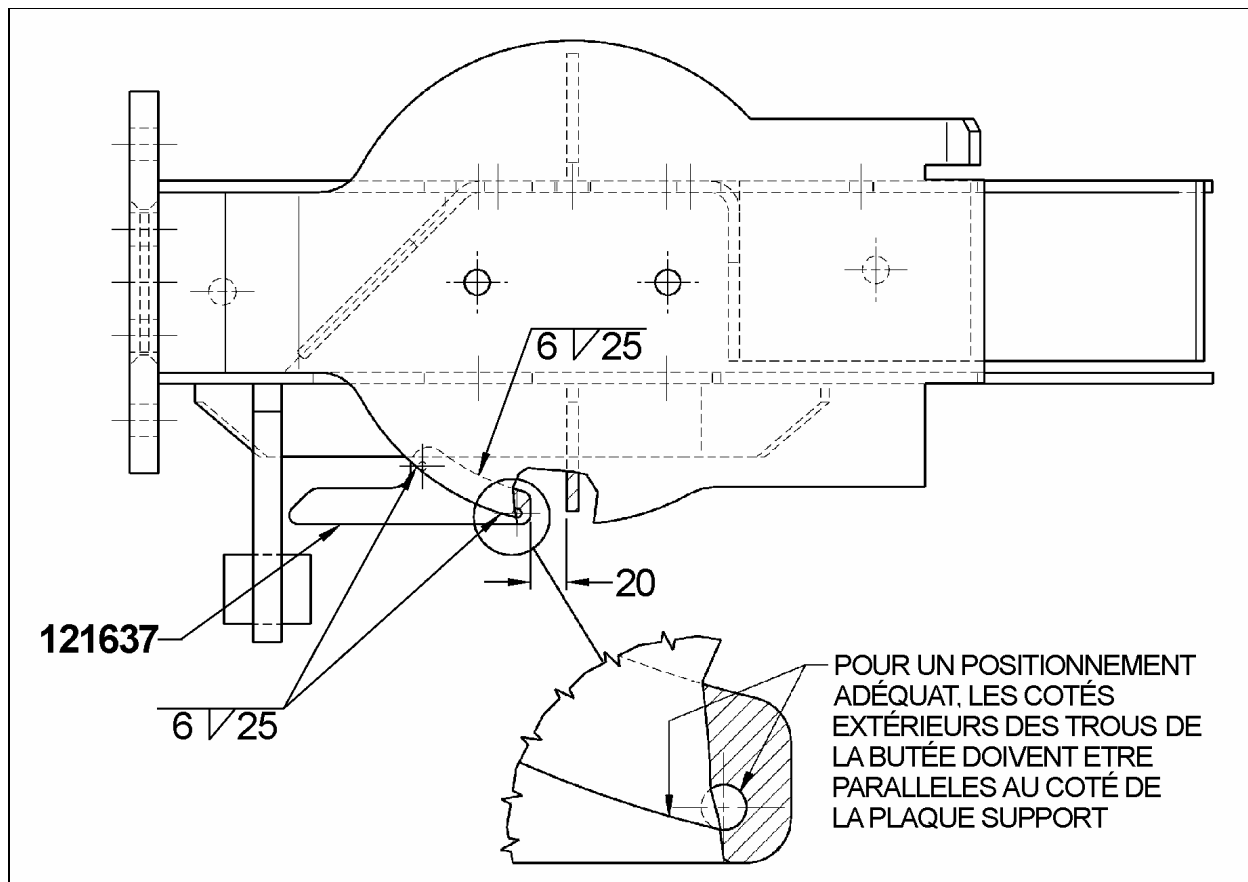

FIGURE 1
11. Installer les butées (121637) en vous référant aux cotes de soudure de la figure 1.
1. Effectuer les travaux de soudure appropriés en vous référant aux figures 1 et 2.